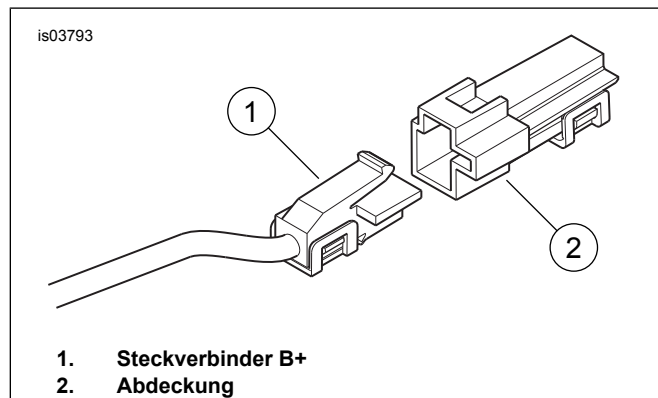
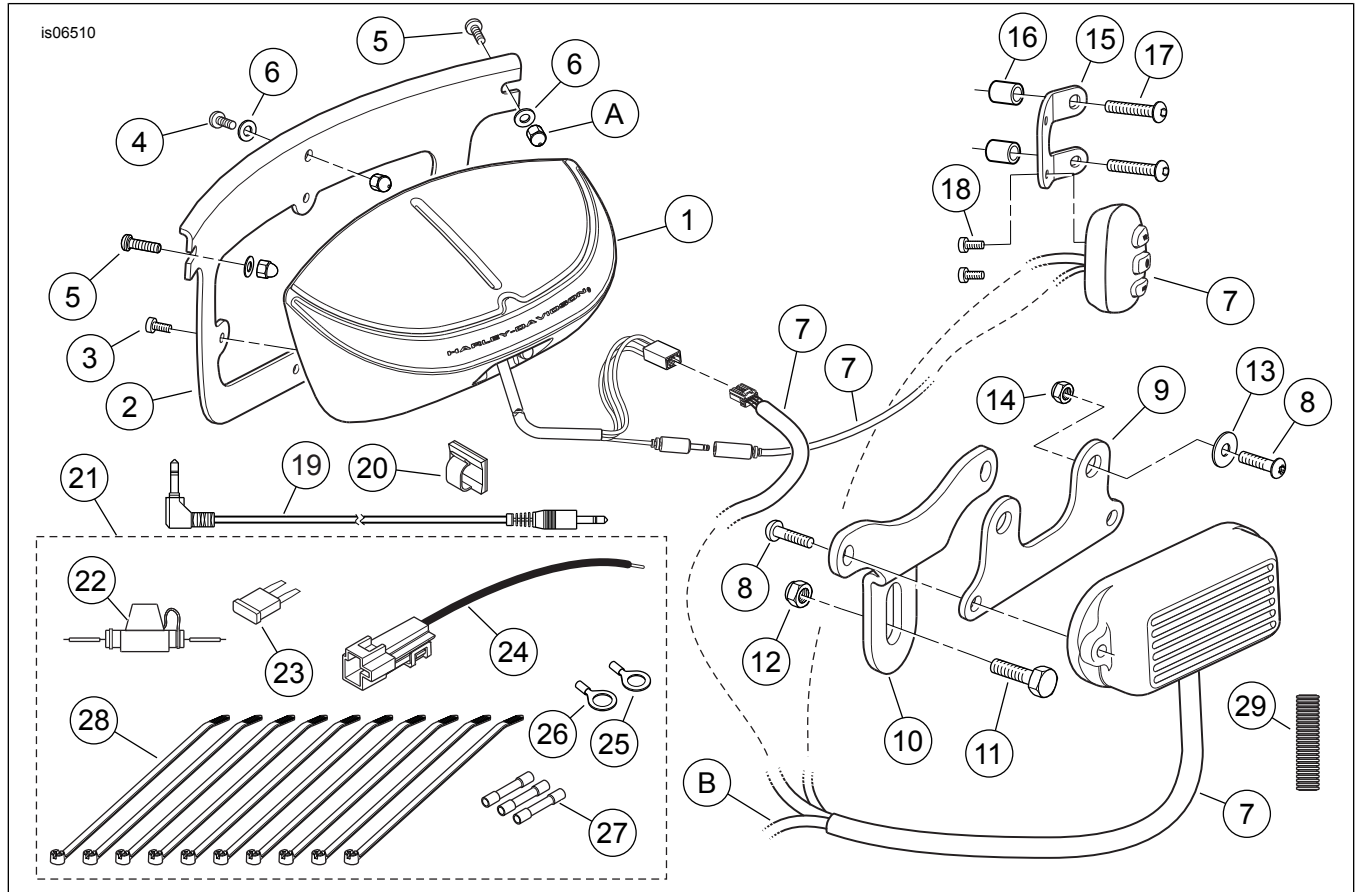

Abbildung 4. Steckverbinder B+
Abbildung 5. Ersatzteile, Windschutzscheibenmontierter Lautsprecher- und Verstärkersatz
3. Siehe Abbildung 5. Die neue Nr. 12-24 x 21 mm (0.81 in) lange Schraube (4), zwei 25 mm (1 in) lange Schrauben (5), drei schwarze Unterlegscheiben (6) und die zusammengebaute Lautsprecherkonsole (1) sowie die Befestigungshalterung (2) aus dem Satz bereitlegen.
5. Eine schwarze Unterlegscheibe auf die Gewindegänge der kurzen Schraube setzen. Die Schraube von der Vorderseite durch die mittlere Öffnung in der horizontalen Strebe, Windschutzscheibe und Lautsprecherkonsolen-Halterung einsetzen und mit einer der in Schritt 2 entfernten Hutmuttern (A) sichern.
1. Siehe Abbildung 5. Den Elektrik-Befestigungsteilebeutel (21) aus dem Satz bereit legen. Den Inline-Sicherungshalter (22) und einen blauen versiegelten Stoßverbinder (27) aus dem Befestigungsteilebeutel nehmen.
4. Das freie Ende des **roten** Kabels in der Kabelbaumbaugruppe bereit legen. Zwei blaue, versiegelte Stoßverbinder (27) und das 12-V-Adapterkabel (24) aus dem Befestigungsteilebeutel bereit legen. Den Inline-Sicherungshalter den Anweisungen im Werkstatthandbuch gemäß mit dem roten Kabel verspleißen. Das Adapterkabel an dem gegenüberliegenden Ende des Inline-Sicherungshalters verspleißen.
5. Siehe Abbildung 4. Den Steckverbinder B+ (Batteriepluspol) (1) am Hauptkabelbaum unter dem Sitz suchen (ein rotes Kabel mit einem nicht benutzten grauen Steckverbinder). Die Abdeckung (2) des Steckverbinders B+ entfernen. Den **roten** Stromkabel-Steckverbinder der Kabelbaumbaugruppe mit dem Steckverbinder B+ zusammenfügen.
2. Kabelüberlänge unter dem Kraftstofftank, im Scheinwerfertopf oder unter der Lenkerschelle aufrollen, so dass sie die Lenkerfunktionsweise nicht beeinträchtigt. Die 5-A-Sicherung (23) in den Inline-Sicherungshalter auf dem roten Kabel einsetzen.
4. Siehe Abbildung 5. Der Steckverbinder vom Bedienungselement kann mit Kabelbindern am Lenker oder mit dem Clip mit Klebstoffrückseite (20) aus dem Satz an der oberen Gabelbrücke oder dem Topf gesichert werden. Bei Verwendung des Clips: